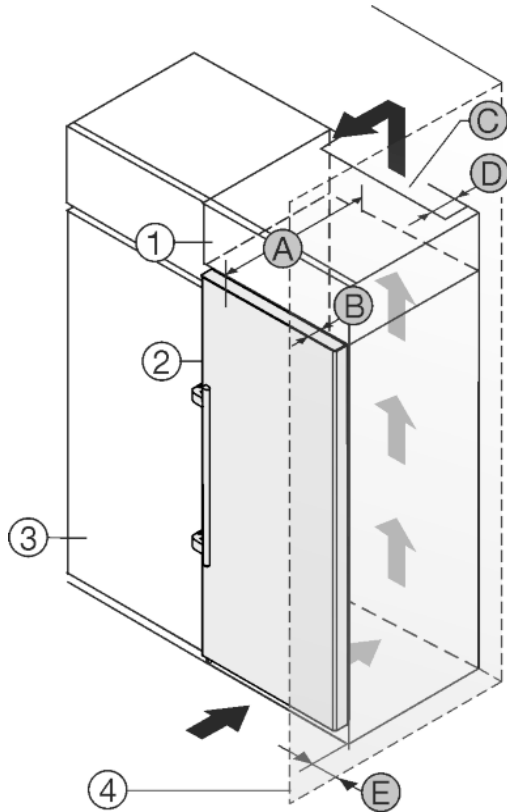

Fig. 9
L'appareil peut être réagencé avec des buffets de cuisine. Pour adapter l'appareil Fig. 9 (2) à la hauteur du coin cuisine, une rehausse Fig. 9 (1) peut être posée sur l'appareil.
L'appareil peut être installé directement à côté du buffet de cuisine Fig. 9 (3). Pour pouvoir ouvrir complètement les portes, l'appareil doit déborder de la profondeur Fig. 9 (B) par rapport à la façade du buffet. L'appareil peut déborder encore plus en fonction de la profondeur des buffets et de l'utilisation de cales d'épaisseur.
- Une sortie d'air avec la profondeur Fig. 9 (D) doit être présente au dos de la rehausse sur toute sa largeur.
- La section de ventilation Fig. 9 (C) sous plafond doit être respectée.
Si l'appareil avec les charnières est installé près d'une paroi Fig. 9 (4), la distance Fig. 9 (E) entre l'appareil et la paroi doit être respectée. Ceci correspond à la saillie de la poignée avec la porte ouverte.